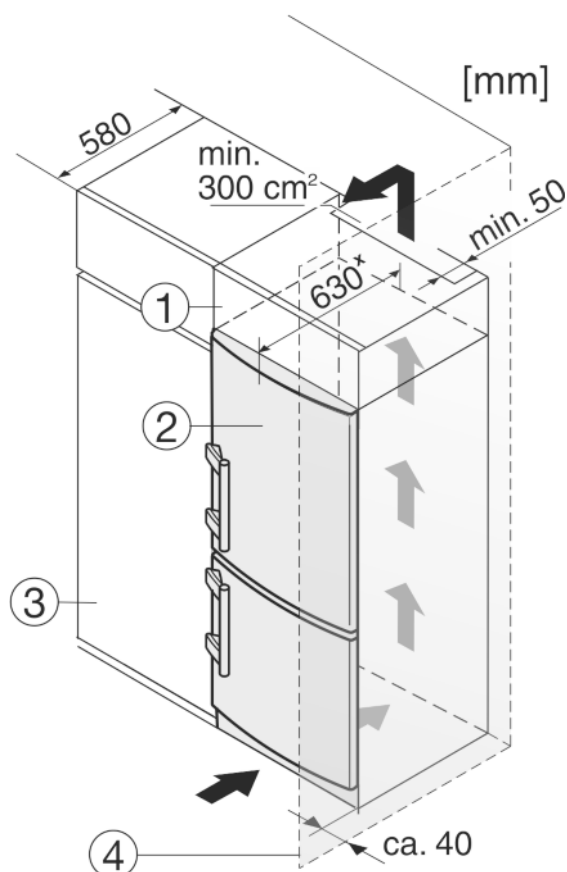

Fig. 9
- (1) Nastavbová skříň
- (2) Spotřebič
- (3) Kuchyňská skříň
- (4) Stěna
Zařízení lze zabudovat do vybavení kuchyně. K vyrovnání přístroje *Fig. 9 (2)* na výšku kuchyňské linky lze na přístroj nasadit odpovídající nastavtec *Fig. 9 (1)*.
Při montáži do kuchyňských skříní (hloubka max. 580 mm) lze přístroj instalovat hned vedle kuchyňské skříně *Fig. 9 (3)*. Přístroj přesahuje přední stěnu kuchyňské skříně na stranách o 34 mm* a uprostřed o 50 mm*.
Když se přístroj instaluje závěsy vedle stěny *Fig. 9 (4)*, musí být vzdálenost přístroje od stěny alespoň 40 mm. To odpovídá přesahu madla při otevřených dvířech.